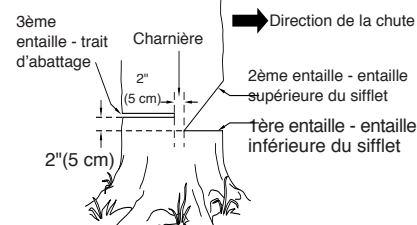

Figure 12 - Abattage d'un arbre
Un sifflet d'abattage correctement placé permet de déterminer la direction de la chute de l'arbre. Placer le sifflet d'abattage du côté de l'arbre où l'on veut qu'il tombe. (Voir la Figure 12). Procéder de la façon suivante pour faire le sifflet.
1. Faire l'entaille inférieure aussi près du sol que possible. Tenir la tronçonneuse de manière à ce que la guide-chaîne soit horizontale. Tailler sur 1/3 du diamètre du tronc d'arbre. (Voir la Figure 12)
Exemple : Si l'entaille inférieure a 20 cm (8 po) de profondeur, commencer l'entaille supérieure à 20 cm au-dessus de cette dernière. Scier vers le bas à un angle de 45°. L'entaille supérieure doit rencontrer l'extrémité de l'entaille inférieure. (Voir la Figure 12.)
1. De l'autre côté de l'arbre, faire le trait d'abattage à 5 cm (2 po) au-dessus de l'entaille inférieure du sifflet. (Voir la Figure 12.) Faire le trait parallèle à l'entaille inférieure.
⚠ AVERTISSEMENT : Ne pas scier l'arbre complètement. Laisser environ 5 cm (2 po) de bois non scié directement derrière le sifflet d'abattage. (Voir la Figure 12.) Cette partie non sciée sert de charnière. La charnière empêche l'arbre de se tordre et de tomber dans la mauvaise direction.